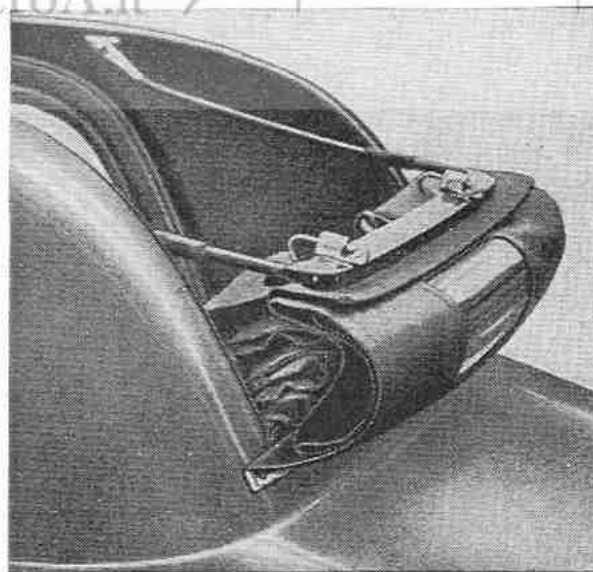

Fig. 57. - 3^a Operazione.
- Ripiegare ancora la tela, inserendone il nuovo lato piegato sotto la prima traversina e bloccarla in questa posizione mediante l'apposita cinghia (fig. 57), che sarà tirata al massimo al fine d'impedire alla tela stessa qualsiasi movimento durante la corsa della vettura.